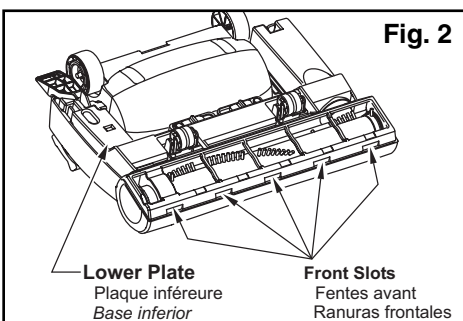

Fig. 2
- Remettre la plaque inférieure en accrochant son devant dans les fentes avant de la tête d'aspiration (Fig 2).
- Para reinstalar la base inferior, enganche el extremo delantero de la base inferior en las ranuras frontales de la boquilla (Fig 2).
- **Reinstall lower plate by hooking front end of lower plate into front slots of nozzle housing. (Fig. 2)**